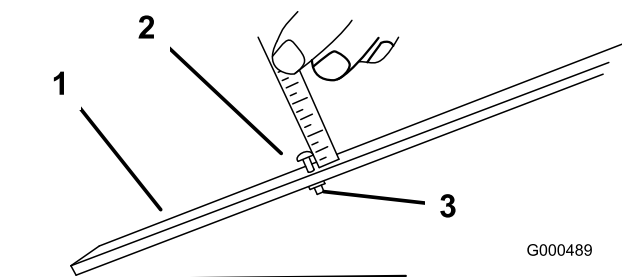

Рисунок 18
2. Ослабьте гайку мерной планки и установите регулировочный винт на требуемую высоту скашивания (Рисунок 18).